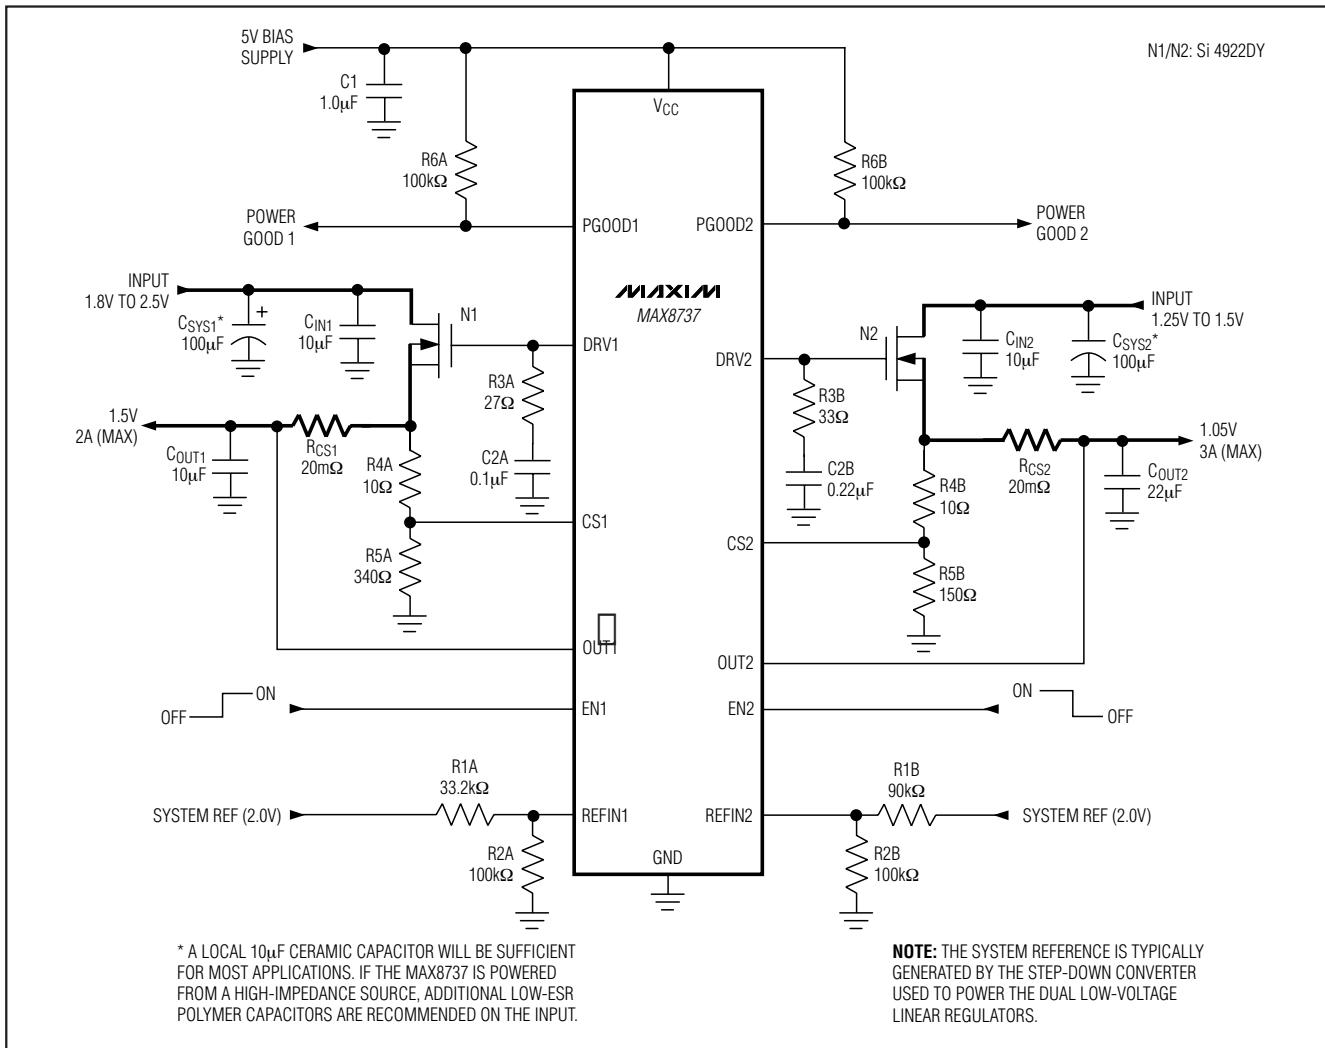

图1. 带电流限制的典型工作电路
(Circuit of Figure 1,  $T_A = +25^\circ C$ , unless otherwise noted.)
(Circuit of Figure 1,  $T_A = +25^\circ\text{C}$ , unless otherwise noted.)
MAX8737通过监测电流检测电阻两端的电压实现电流限制, 从而将  $V_{CS} - V_{OUT}$  限制在  $10\text{mV}$  (典型值) 以内。然而, 在短路情况下, 外部FET的功率损耗非常高。为了保护外部FET, MAX8737使用一个外部电阻分压器 (见图1) 实现折返式限流, 降低整体功耗。
**举例：**以下示例用于说明图1应用电路的稳定性计算。